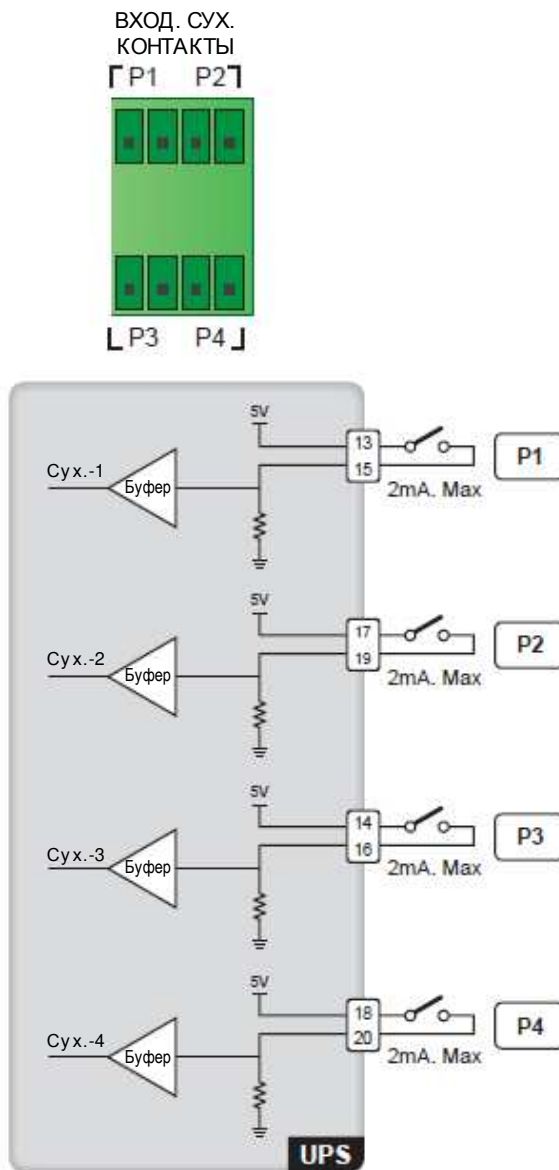

Рисунок 4-10: Схема входных сухих контактов
В комплекте есть четыре набора программируемых входных сухих контактов (см. **Рисунок 4-10**). Используйте сенсорную панель для настройки каждого сухого контакта как нормально разомкнутого (NO) или нормально замкнутого (NC). Входные сухие контакты позволяют ИБП принимать внешние сигналы с периферийных устройств, на которые ИБП отвечает соответствующим образом. Каждому входному сухому контакту можно назначить конкретное событие. Можно назначить четыре события, исходя из области применения ИБП. Для изучения инструкций по настройке свяжитесь с местным торговым представителем и см. п. **7.10.6 Настройка сухих контактов**. Для получения информации об этих четырех событиях см. таблицу ниже.